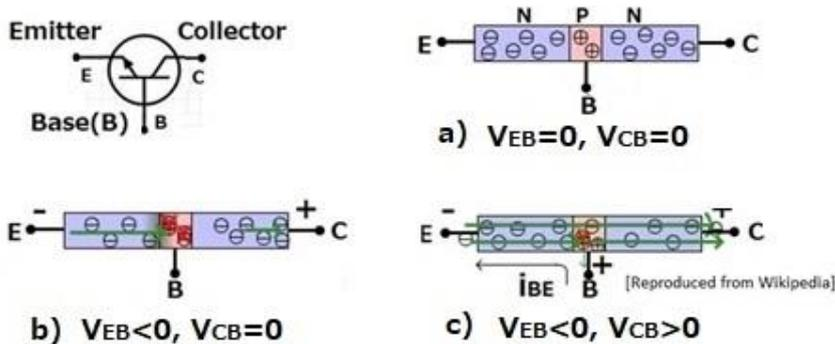

図17 NPNトランジスタの原理
a) NPN バイポーラトランジスタは、図 17 に示すように半導体の単結晶に NPN の領域を形成すると電圧を加えていない状態では中央の P 領域のフェルミ準位が低いので熱的に励起される自由電子は殆ど存在しません。